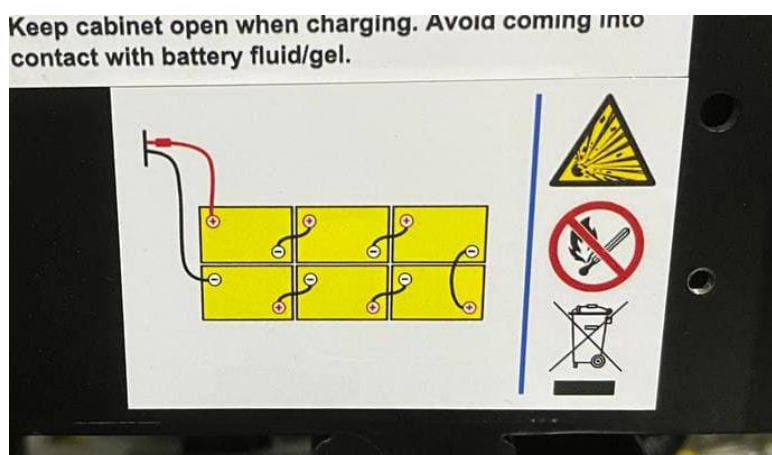

Fig. 6
7. Plaats de batterijen in het lege rek. Raadpleeg de sticker met het bedradingsschema op het batterijvak voor het aansluiten van de batterijen (Fig. 6).